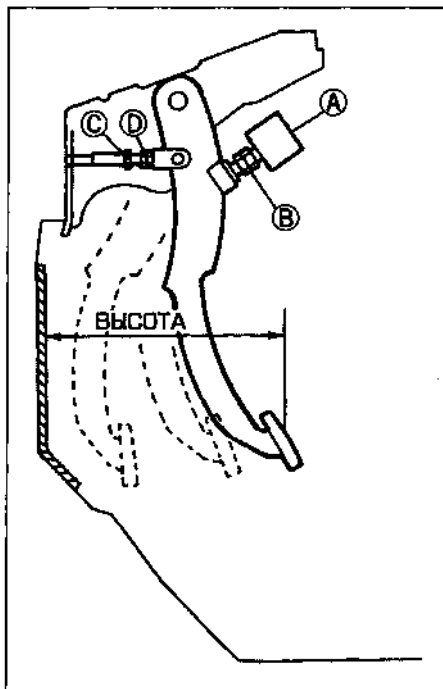

Рис. 16.1. Высота педали - это расстояние от опущенной педали до перегородки
- 1 Измерьте высоту педали (см. рис. 16.1). Сравните результат с "Техническими данными" этой главы.